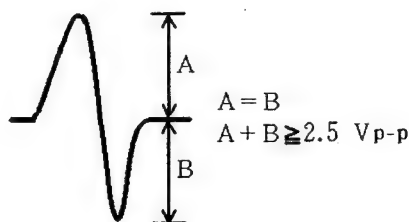

Figure 8
3. Tout en regardant l'écran de l'oscilloscope, appuyer sur la touche TRACK FWD  et observer la forme d'onde de la Figure 8, pendant quelques instants. Vérifier que l'amplitude atteint au moins 2,5 Vc-c et que les amplitudes positive et négatives soient égales. Comme la forme ne sort que pour un moment, quand la touche TRACK FWD  est enclenchée, appuyer sur à plusieurs reprises sur cette touche, jusqu'à ce que la forme d'onde ait été vérifiée.